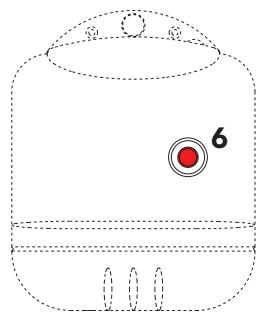

fig. 1
En caso de breves períodos de pausa, es suficiente intervenir en el interruptor 5 (fig. 1) en el cuadro de mandos, posicionándolo en "0".
- Bloqueo del quemador (señalizado mediante el correspondiente chivato 6 (fig. 1)) Consultese el manual del quemador.